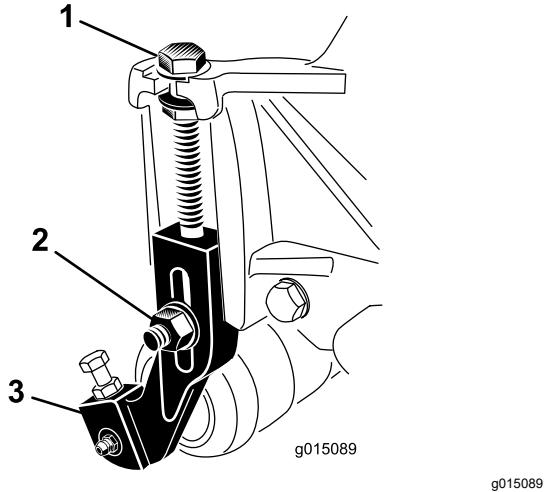

Figura 15
- Desaperte as porcas de bloqueio que fixam os suportes da altura de corte às placas laterais da unidade de corte (Figura 15).